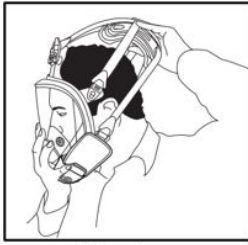

Fig.9
2. Tenir l'avant du masque avec une main et les sangles éloignées du masque avec l'autre main afin de créer une ouverture pour la tête. Tirez l'ensemble du respirateur vers le bas sur la tête et le visage par l'ouverture. Placer le nez dans la coquille nasale et le menton dans la mentonnière, puis appuyer le masque fermement et uniformément contre le visage (fig. 9).
3. Placer le harnais de tête derrière la tête (fig. 9).